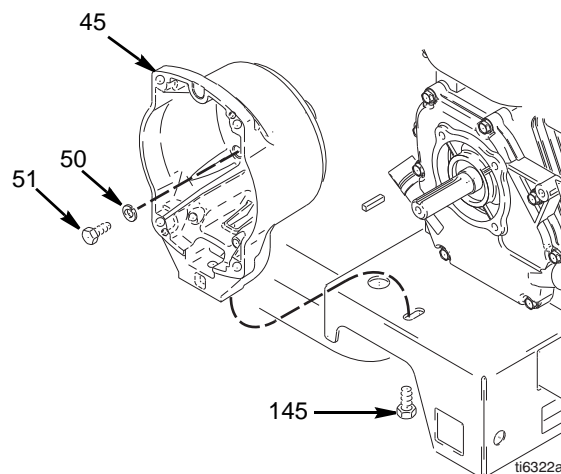

FIG. 11
3. FIG. 11. Desconecte el embrague (+) y los conectores del embrague (-) del mazo de cables situado debajo del carro de pulverización.
2. FIG. 11. Saque los cuatro tornillos de cabeza (51) y las arandelas de seguridad (50) que sujetan el cárter del embrague (45) al motor.
3. Saque el tornillo (145) de debajo de la placa de montaje (D).
4. Extraiga el cárter del embrague (45).
1. FIG. 11. Empuje el cárter del embrague (45).
2. Instale los cuatro tornillos de cabeza (51) y las arandelas de seguridad (56) y sujete el cárter del embrague (45) al motor. Apriete a un par de 200 in-lb (22,6 N·m).
3. Instale el tornillo de cabeza (145) por debajo de la placa de montaje (D). Apriete a un par de 26 ft-lb (35,2 N·m).